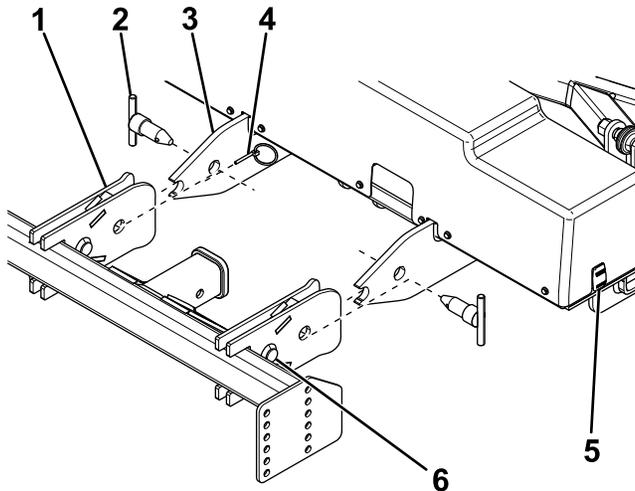

Figura 22
4. Utilice el interruptor del acoplamiento para elevar o bajar el quitanieves a la altura deseada, luego conduzca lentamente hacia atrás hasta que los brazos de enganche toquen el pasador del chasis (Figura 22).
5. Inserte los pasadores de enganche a través de los taladros de los brazos de enganche y del chasis, y sujételos con pasadores de seguridad (Figura 22).